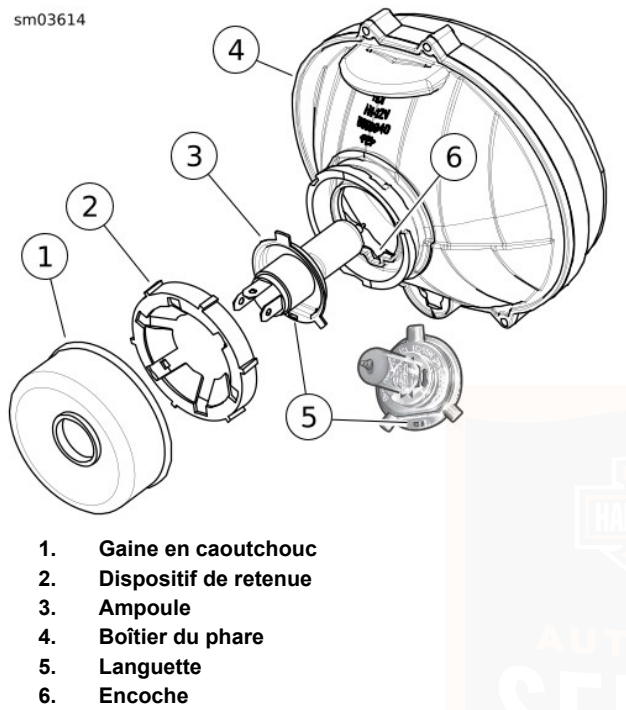

Figure 62. Ensemble de boîtier de phare
1. Voir Figure 62. Retirer la gaine en caoutchouc (1).
2. Tourner la retenue (2) dans le sens antihoraire et la retirer.
4. Voir Figure 62. Installer la **nouvelle** ampoule dans le boîtier du phare. S'assurer que la languette (5) sur l'ampoule est alignée avec le logement (6) dans le boîtier de l'ampoule.
5. Installer la retenue (2) et tourner dans le sens horaire pour l'attacher.
6. Installer la gaine en caoutchouc (1) sur la retenue jusqu'à ce qu'elle s'aligne avec la base de la douille de l'ampoule.